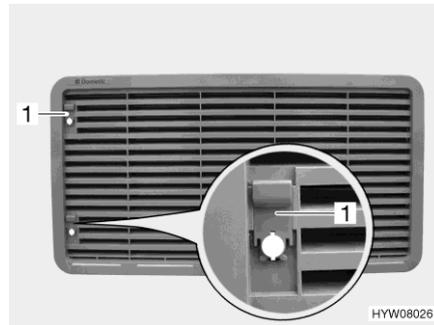
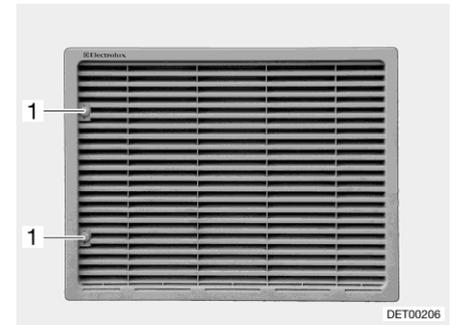

Fig. 236 Grille d'aération du réfrigérateur (avec curseur)
Fig. 237 Grille d'aération du réfrigérateur (avec vis)
- Suivant l'exécution, déplacer le curseur (Fig. 236,1) vers le haut ou faire opérer un quart de tour à la vis (Fig. 237,1) à l'aide d'une pièce de monnaie.